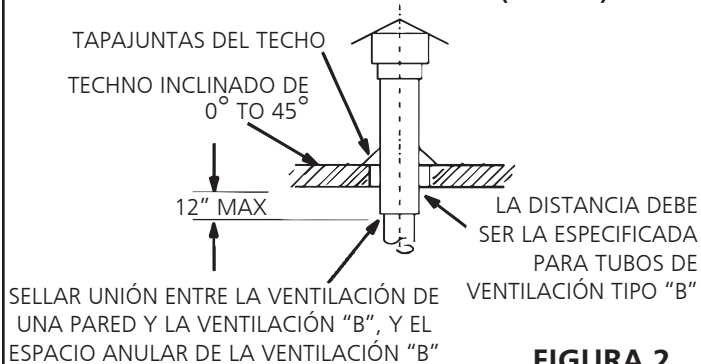

FIGURA 2
1. **Estados Unidos:** Los calefactores MHU deben usarse con chimeneas aprobadas por NFPA o ANSI, ventilaciones de gas tipo B-1 aprobadas por U.L., tuberías metálicas de una sola pared o con un sistema de revestimiento de chimenea para ventilación de gas cuando corresponda, así como con las modificaciones y limitaciones enumeradas en la **figura 2**. Selle los materiales de ventilación de una sola pared de acuerdo con la sección **A - Recomendaciones generales y requisitos**.
- Cuando la terminación pase por una pared exterior combustible, hay que sujetar la ventilación utilizando un guardacabo con la separación indicada. Selle la conexión entre los conductos de una sola pared y de doble pared, y el espacio anular del conducto de doble pared como se muestra en la figura 2. El borde interno de la T de la terminación de ventilación debe estar a por lo menos 12" de la pared exterior, como se muestra en la **figura 3**.